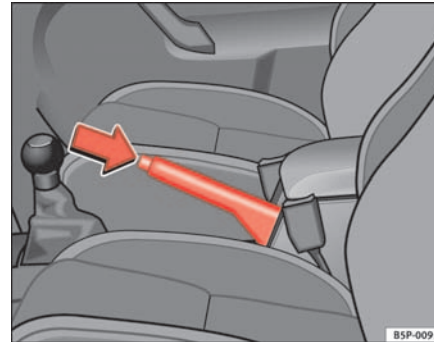

Abb. 140 Handbremse zwischen den Vordersitzen
⇒ Abb. 140.
- Ziehen Sie den Hebel etwas nach oben, drücken Sie den Entriegelungsknopf in Pfeilrichtung ⇒ Abb. 140 und führen Sie den Handbremshebel ganz nach unten ⇒ .